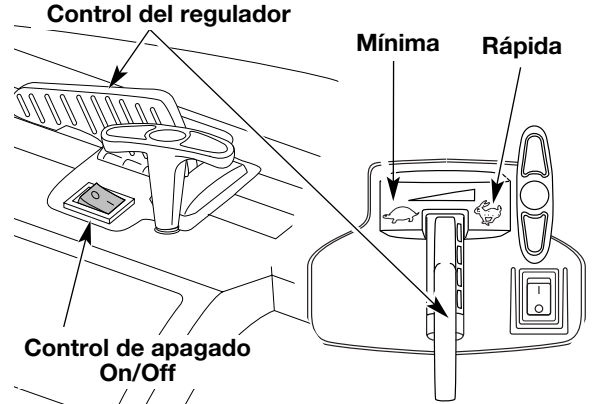
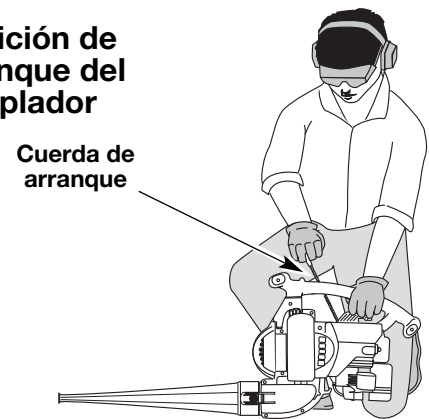
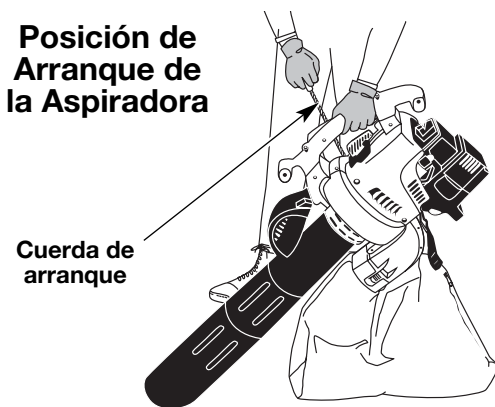

Fig. 10
Fig. 12
Fig. 13
**ADVERTENCIA:** Evite los arranques accidentales. Esté en posición de arranque cuando hale la cuerda (Fig. 12 y 13).
4. Ponga la unidad en la posición de arranque (Fig. 12 o Fig. 13). Coloque el control del regulador en la posición de **RÁPIDA** (↻) (Fig.10).
**SI SE CALIENTA...** El motor ya está caliente, cerciórese de que el control de Encendido/Apagado (On/Off) esté en la posición de Encendido (ON) y arranque la unidad con la palanca azul en la Posición 2. Después de que la unidad arranque, mueva la palanca azul a la Posición 3.